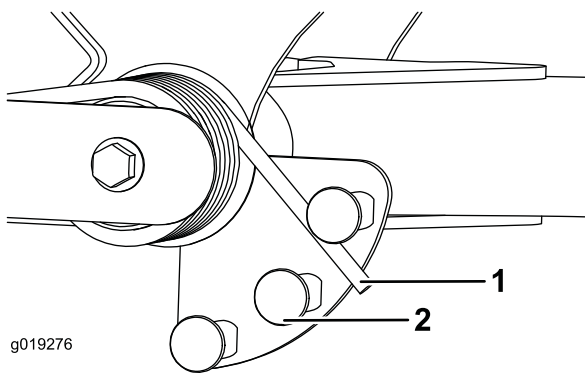

Figure 29
2. Insérez un tube ou un objet similaire sur le ressort long et le faire pivoter autour de l'actionneur de ressort à la position voulue (Figure 29).